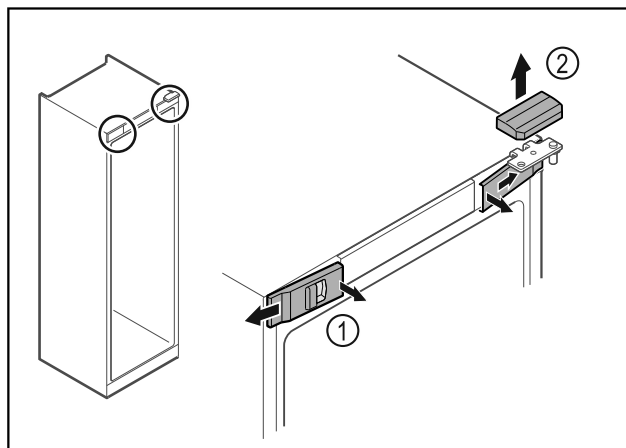

Fig. 18
- ▶ Izvadite prednje poklopce Fig. 18 (1) iznutra i skinite ih na stranu.
- ▶ Skinite gornji poklopac Fig. 18 (2) prema gore.